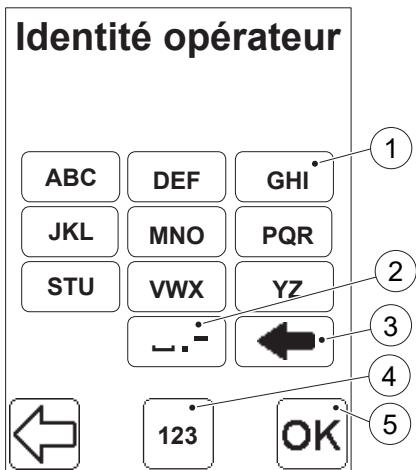
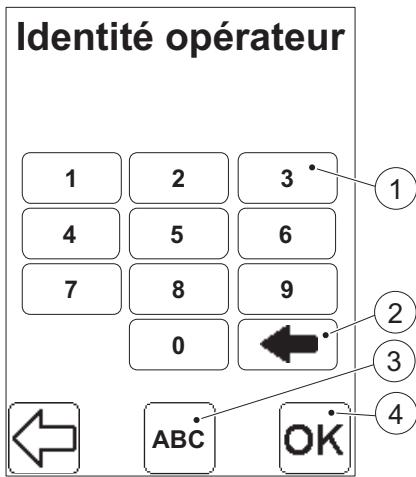

FIGURE 2-20
FIGURE 2-21
- a) Presser la touche Mode texte (1) ou la touche Mode numérique (2) en fonction du premier caractère à saisir (lettre ou chiffre).
- b) En fonction du mode choisi, suivre la description de la *FIGURE 2-20* ou de la *FIGURE 2-21*.
- En mode texte, les informations sont saisies à l'aide des touches Lettres (1) et de la touche Caractère Spécial (2).
- La touche Effacer (3) supprime la dernière entrée.
- Si un chiffre doit être saisi, passer en mode numérique. Pour ce faire, presser la touche Mode numérique (4). La FIGURE 2-21 s'affiche.
- Lorsque toutes les informations ont été saisies, presser la touche Confirmer (5).
- a) En mode numérique, les informations sont saisies à l'aide des touches Chiffres (1).
- b) La touche Effacer (2) supprime la dernière entrée.
- c) Pour saisir une lettre ou un caractère spécial, passer en mode texte à l'aide de la touche Mode texte (3). La *FIGURE 2-20* s'affiche.
- d) Lorsque toutes les informations ont été saisies, presser la touche Confirmer (4).